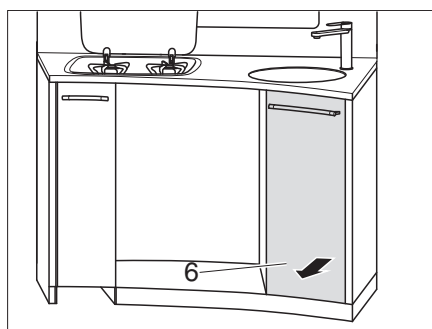

Fig. 135 Estrarre e togliere il cassetto alto della cucina
- Estrarre e togliere il cassetto alto della cucina (Fig. 135,6).